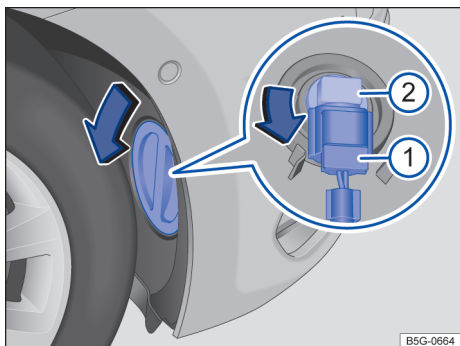

Fig. 186 No protetor da caixa de roda dianteiro direito: troca da lâmpada no farol.
- 3 Gire a tampa situada no para-lamas no sentido da seta e a retire → Fig. 186.
- 4 Destrave o conector → Fig. 186 1 e o desacople.
- 5 Gire o suporte da lâmpada → Fig. 186 2 no sentido anti-horário ao máximo e o extraia junto com a lâmpada para trás.
- 8 Acople o conector → Fig. 186 1 ao suporte da lâmpada → Fig. 186 2. O conector deve encaixar de modo audível.
- 9 Coloque a tampa no para-lamas → Fig. 186 e a trave.